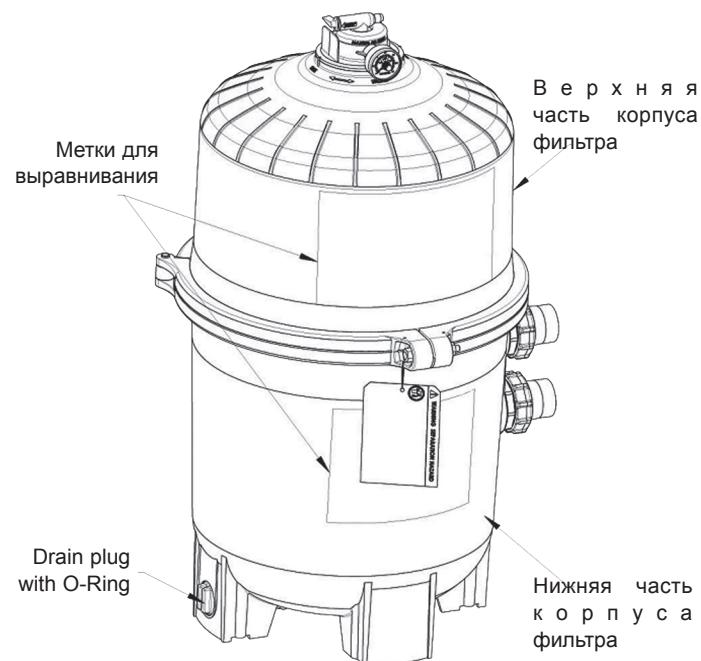

Рис. 5
1. Разместить металлическую армированную прокладку на нижнюю часть корпуса фильтра (Рис. 4). Разместить верхнюю часть корпуса фильтра на армированную металлическую прокладку Hayward DEX2422Z2 и нижнюю часть корпуса фильтра в положение, которое не препятствует выполнению всех операций таким образом, чтобы были видны все метки и верхняя часть корпуса фильтра была отцентрована по отношению к нижней части корпуса фильтра. Сильно прижать вниз для установки верхней части корпуса фильтра. (Рис. 5)
2. Установить заглушку фильтра. Концы заглушки фильтра должны установиться в закрепленном положении для безопасности таким образом, чтобы видны были эксплуатационные метки на корпусе фильтра (Рис.5).